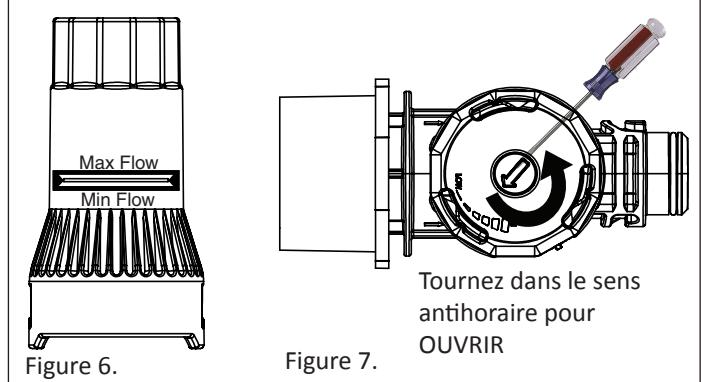

Figure 6.
4. Vérifiez que le diaphragme (sur le levier à ressort) est aligné avec la marque sur le débitmètre. **Voir la Figure 6.**